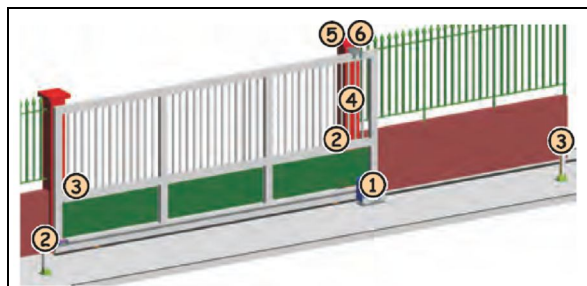

Рис. 3
4. Проложить электрические кабели к аксессуарам и к источнику электроэнергии (см. рис. 3).
Электрические кабели следует уложить в кабельные каналы и выполнить электрические соединения с необходимыми аксессуарами согласно схеме на рис. 3.